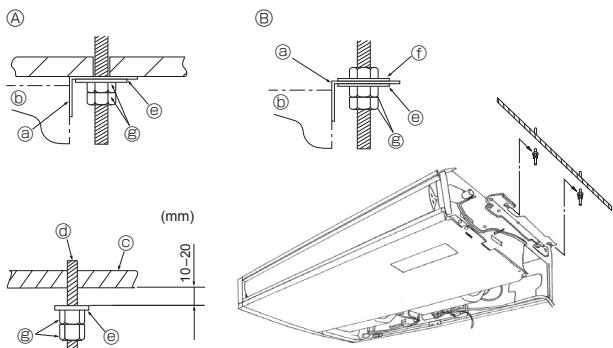

Fig. 3-5
② Wanneer het inlaatrooster wordt geopend door het te forceren of met openingshoek groter dan 120 te maken, kunnen de scharnieren beschadigen.
3.3. Het binnenapparaat monteren (Fig. 3-5)